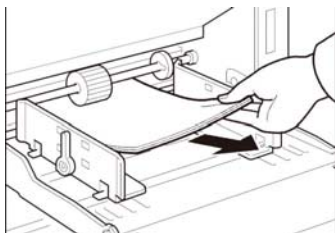
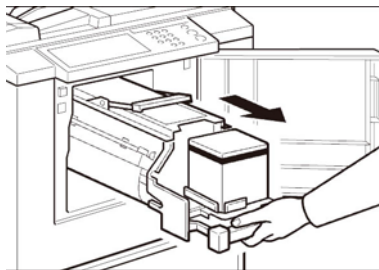

图 5-48 拉出进纸盘卡纸
图 5-49 拉出印筒单元
② 当“”，“”和“A”亮灯时，表示进纸部位发生卡纸，解决步骤如下：
- 慢慢地用力拉出进纸盘卡纸，如图 5-48 所示。
③ 当“”和“B”亮灯时，表示版纸或纸张卷在印筒上，或在机器内部发生卡纸，解决步骤如下：
- 拉出印筒单元，如图 5-49 所示（详见任务二——更换印筒单元）；